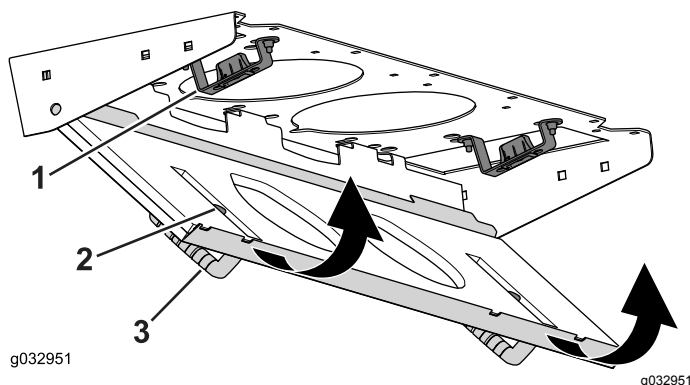

Figura 135
4. Rode o painel de filtro em volta das patilhas até que a lingueta entre no conjunto de montagem do trinco (Figura 135).